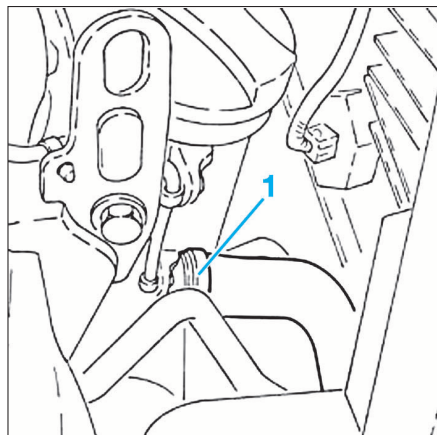

FIG. 13
- Débrancher la durit inférieure (1) (Fig.13), afin de libérer le liquide de refroidissement.